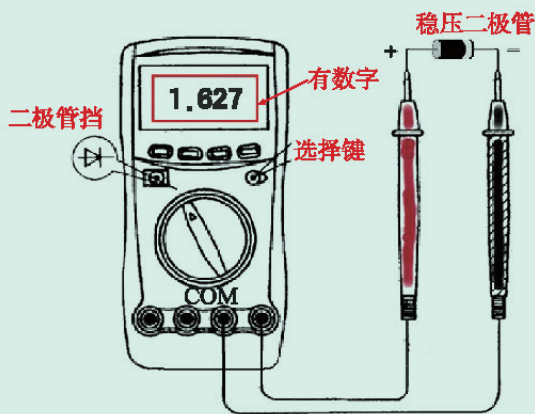

图2-16 使用数字万用表判断稳压二极管的极性
(1) 将数字万用表调到二极管挡，用红表笔（即数字万用表内电池负极）、黑表笔（即数字万用表内电池正极）分别连接稳压二极管的任意引脚（图2-16）。